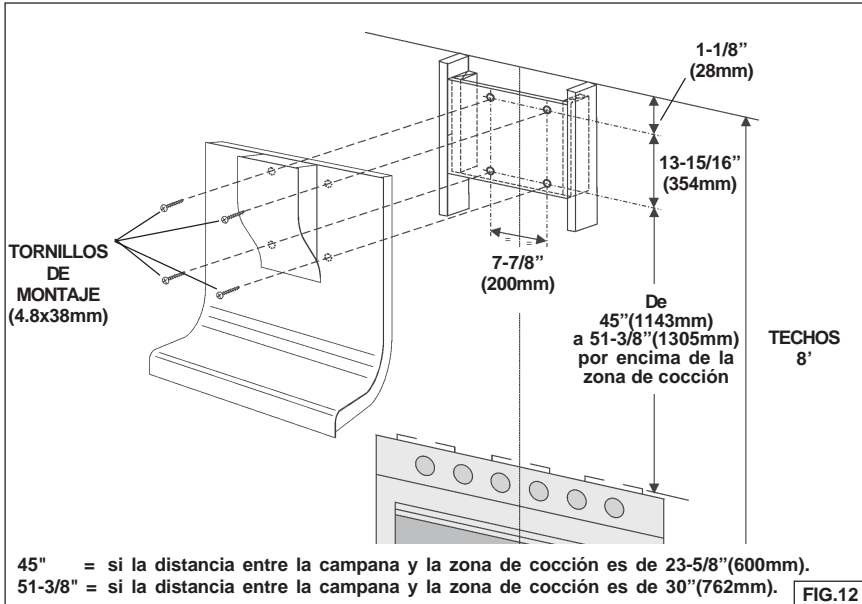

FIG.12
1. Hacer en la pared 4 agujeros (D. 8mm), respetando las medidas indicadas en la Fig. 12.